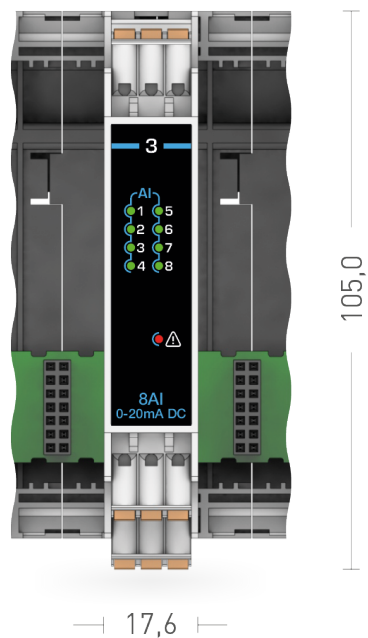
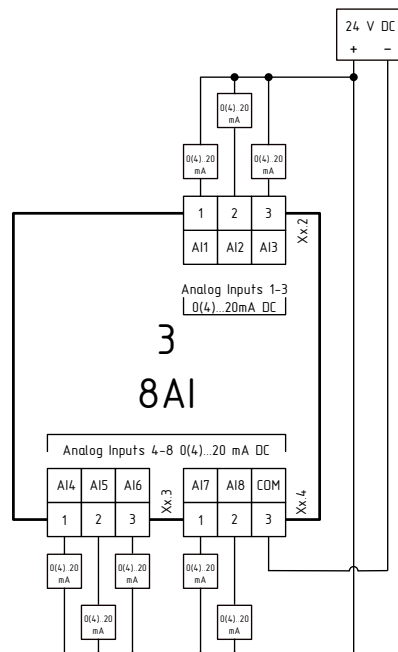

Рисунок 1.14 – Внешний вид модуля расширения MCU-3-8AI
Рисунок 1.15 – Схема подключения модуля расширения MCU-3-8AI
- Внешний вид и схема подключения приведены на рис. 1.14 и рис. 1.15.